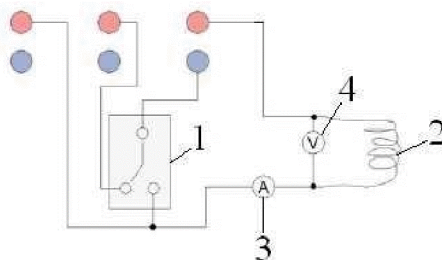

Рис. 2. Электрическая схема включения измерительного прибора (1), нагревателя (2), амперметра (3) и вольтметра (4).
Электрическая схема включения измерительного прибора, вольтметра, амперметра и нагревателя показана на рис. 2.
2. Подсоедините провода для измерения тока и напряжения к измерительному прибору, амперметру и вольтметру по схеме на рис. 2 .
3. Поверните трёхходовой кран (10) в позицию, при которой сосуд соединён с манометром, но они перекрыты от окружающей атмосферы.
- Поверните трёхходовой кран (10) в позицию, при которой сосуд сообщается только с вертикальным газовым шприцем.
- Подсоедините провода для измерения тока и напряжения к измерительному прибору, амперметру и вольтметру по схеме на рис. 2.